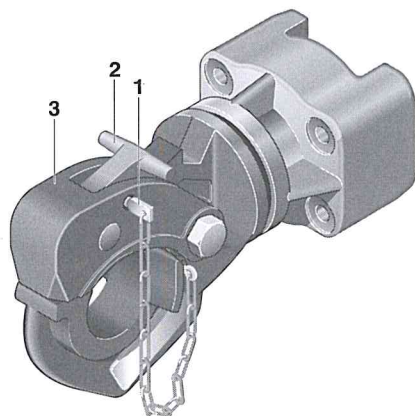

Abb. 1
#### 3.1 Einkuppeln (s. Abb. 1)
- 2 anheben und mit 3 nach unten bewegen, Kupplung mit Gliederbolzen (1) sichern (s. Abb. 1)
- Nach dem ordnungsgemäßen Einführen des Gliederbolzens (1) lassen sich weder Sperrhebel (2) noch Verschlussbügel (3) bewegen (Abb. 1)
- Sicherung am Verschlussbügel (3, s. Abb. 1) regelmäßig fetten